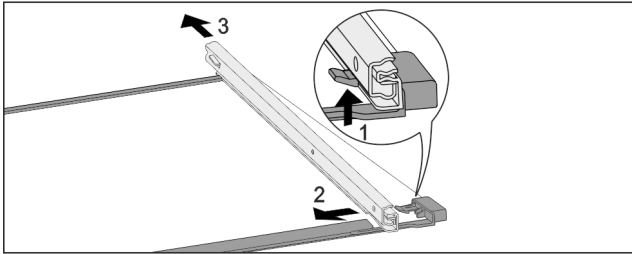

Fig. 71 Glasplaat met rails
- ▶ Voorste vergrendelhaak naar boven duwen. Fig. 71 (1)
- ▶ Uitschuifrail naar de zijkant Fig. 71 (2) en naar achteren Fig. 71 (3) wegschuiven.